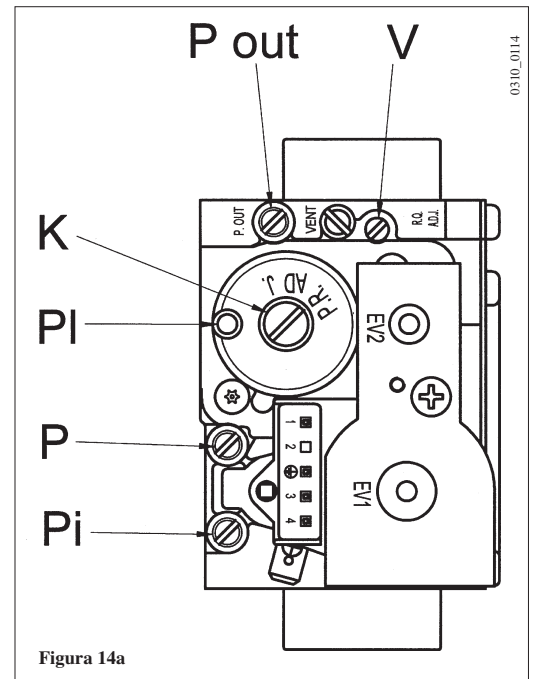

Figura 14a
- b) valvola gas SIGMA modello 848 (figura 14a).
b) valvola gas SIT modello SIGMA 848 (figura 14a): ruotare la vite in senso orario per diminuire il tenore di CO₂ ed in senso antiorario per aumentarlo;
2) taratura della portata termica ridotta. Verificare che la CO₂ misurata sul condotto di scarico, con caldaia funzionante alla minima portata termica, sia quella riportata nella tabella 1. In caso contrario agire sulla vite di regolazione (K) presente sulla valvola gas. Ruotare la vite in senso orario per aumentare il tenore di CO₂ ed in senso antiorario per diminuirlo.